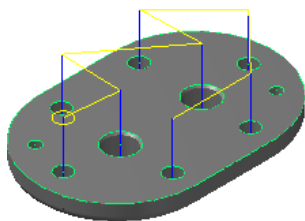

图 16.14 刀具路径
(1) 在“2D 刀具路径-钻孔/全圆铣削 深孔钻-无啄孔”对话框的左侧节点列表中单击 **共同参数** 节点，在 **深度...** 文本框中输入值-13.0。
(2) 在“2D 刀具路径-钻孔/全圆铣削 深孔钻-无啄孔”对话框的左侧节点列表中单击 **刀尖补偿** 节点，选中 **刀尖补偿** 复选框，在 **距离** 文本框中输入值 0.0。
(3) 单击“2D 刀具路径-钻孔/全圆铣削 深孔钻-无啄孔”对话框中的 **✓** 按钮，完成加工参数的设置，此时系统将自动生成图 16.14 所示的刀具路径。